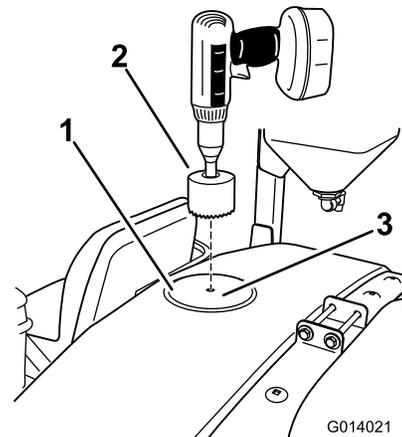

Figure 20
1. Trouvez l'emplacement avant sur le haut de la cuve, comme montré à la Figure 20. Recherchez le repère de marquage au centre du cercle moulé.
2. Utilisez une scie cylindrique de 3-5/8 pouces (~9 cm) pour percer un trou à l'emplacement indiqué par le repère (Figure 20). Le diamètre du trou devra être légèrement augmenté pour recevoir la traversée.